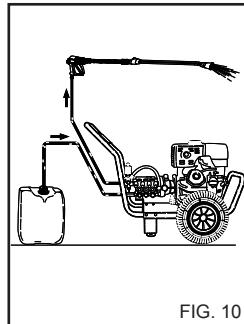

FIG. 10
1) Nach einem Waschvorgang mit Reinigungsmittel den Absaugzyklus nachspülen; das Absaugrohr (Fig.10) in einen Kanister mit sauberem Wasser stecken und die Pumpe bei völlig geöffnetem Dosierungs-hahn und bei Lanze in Reinigungsmittel-Abgabeposition eine Minute lang laufen lassen.
- 4) Nach einem Waschvorgang mit Reinigungsmittel den Absaugzyklus nachspülen; das Absaugrohr (Fig.10) in einen Kanister mit sauberem Wasser stecken und die Pumpe bei völlig geöffnetem Dosierungshahn und bei Lanze in Reinigungsmittel-Abgabeposition eine Minute lang laufen lassen.